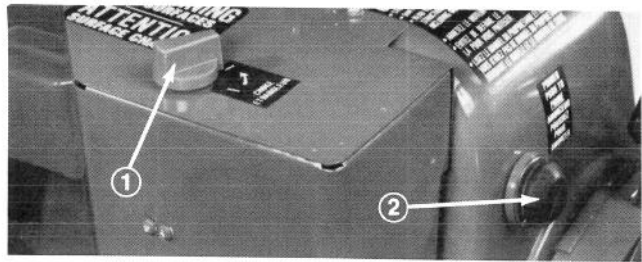

Figure 21
4. Tournez à fond l'étrangleur (Full choke) (Fig. 21).
6. Appuyez 5 fois sur l'amorceur (Fig. 21).
8. Dès que le moteur est en marche, ramenez la manette de l'étrangleur aux 3/4 de sa course (Fig. 21). Au fur et à mesure que le moteur se réchauffe, ramenez progressivement la manette à la 1/2 de sa course pour finalement arriver à la position de repos. Si le moteur hésite, ramenez la manette de l'étrangleur à la 1/2 de sa course. Quand le moteur est assez réchauffé, remettez la manette de l'étrangleur en position de repos.